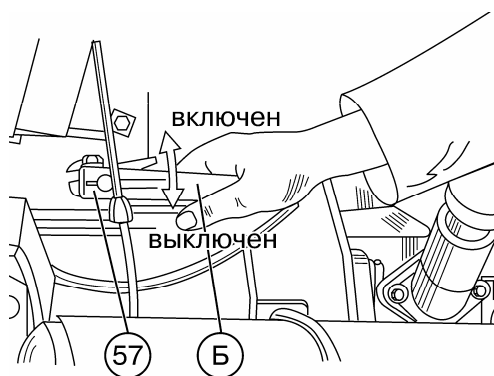

Рис. 6.
- 57 — рычаг (рис. 6) включения насоса гидросистемы. Имеет два положения: верхнее — "насос включен", нижнее — "насос выключен". Для перемещения рычага его следует освободить от фиксации путем оттягивания рукоятки Б.